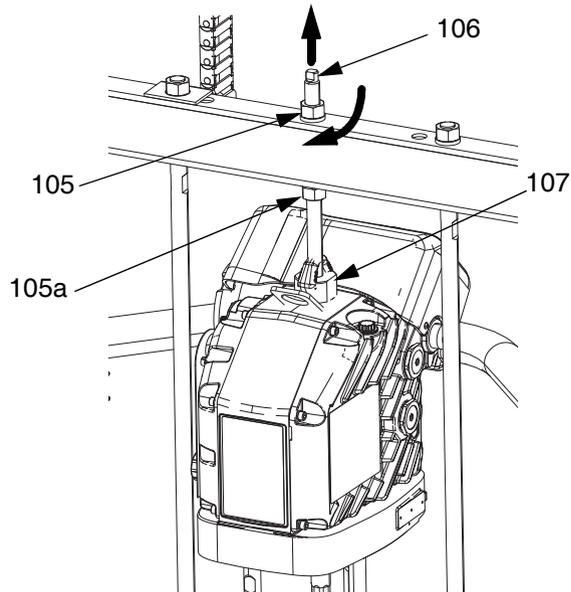

FIG. 36
1. Introduza a bomba volumétrica (AC) na base (AD). Siga os passos de **Ligação da base** na página 45.
3. Ligar o acionador (AB):
- a. Utilize a chave inglesa na porca (105) no topo da barra do êmbolo para descer o acionador (AB) para a bomba volumétrica (AC). Consulte a FIG. 36 na página 46. Enrosque a porca (105) e aperte-a sob a barra do êmbolo. Aperte a porca (105) abaixo da barra de cruzamento para 34 N•m (25 pés-lb) no máximo.